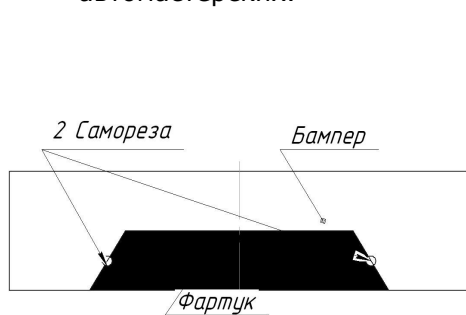

Рис. 1
- Центральные язычок крепления бампера подрезать до ширины 34 мм.(рис. 1)